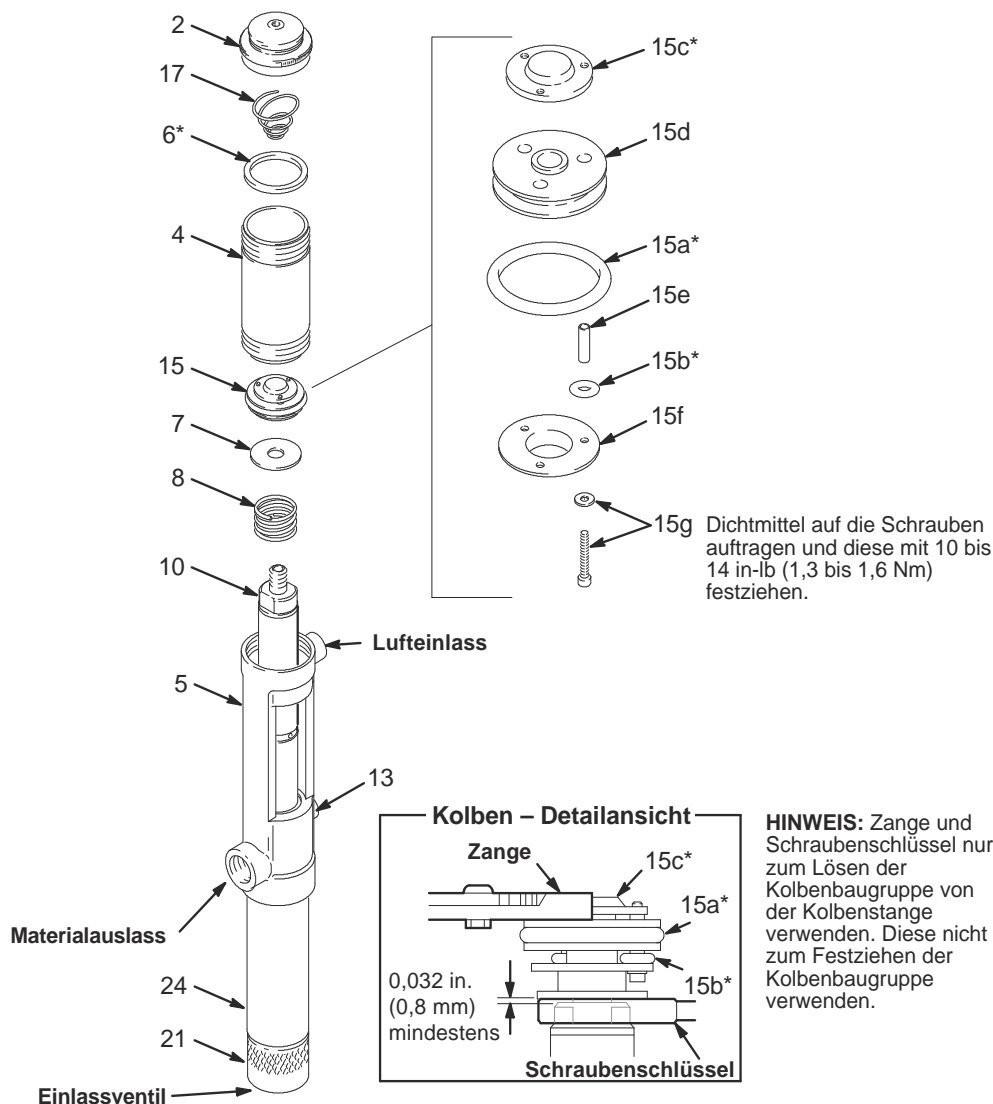

Abb. 3
Siehe **Abb. 3**.
4. Die Luftkappe (2) entfernen. Zum Herausnehmen der Feder (17) vorsichtig die Spulen der Feder aufstemmen. Die Feder auf Verschleiß und Beschädigungen untersuchen und nach Bedarf auswechseln.
5. Mit einem Bandschlüssel den Luftzylinder (4) aus der Unterfläche (5) schrauben.
6. Den Luftkolbensatz (15) aus der Kolbenstange schrauben (10). Mit einer Zange die Abluftplatte (15c*) festhalten und einen Schraubenschlüssel an die Kolbenstange ansetzen. Beachten Sie die entsprechende **Detailabbildung des Kolbens** in **Abb. 3**.
7. Den Luftkolbenbausatz zerlegen (15). Beachten Sie die entsprechende Detailabbildung des Kolbens in **Abb. 3**. Alle diese Teile reinigen und auf Verschleiß oder Beschädigungen überprüfen. Wenn einer der Abstandsringe der Ventilplatten beschädigt ist, müssen alle drei Abstandsringe ausgewechselt werden, um den richtigen Abstand zwischen den Ventilplatten und Dichtungen zu gewährleisten.
8. Die Feder (8) auf Verschleiß und Beschädigungen untersuchen und nach Bedarf auswechseln.
9. Dichtungsmittel, wie z. B. LoctiteR grün, auf die Gewinde der Schrauben geben. Die Teile wie in der Detailabbildung des Kolbens in **Abb. 3** gezeigt zusammenbauen. Schrauben mit 10 bis 14 in-lb (1,3 bis 1,6 Nm) anziehen.
Siehe **Abb. 3** und die **Teilezeichnung** auf Seite 13.